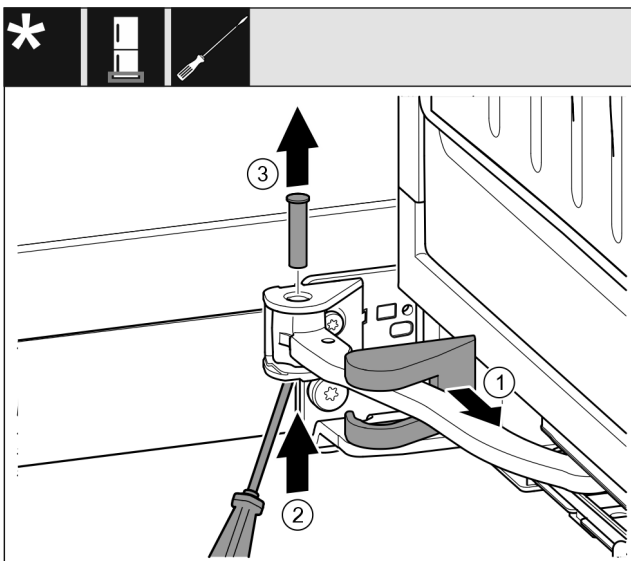

Fig. 14
- ▶ Retirer le cache du support de palier Fig. 14 (1) et le déplacer le long de la jointure.
- ▶ Soulever l'axe Fig. 14 (2) par le bas avec un tournevis.
- ▶ Retirer l'axe Fig. 14 (3) par le haut.